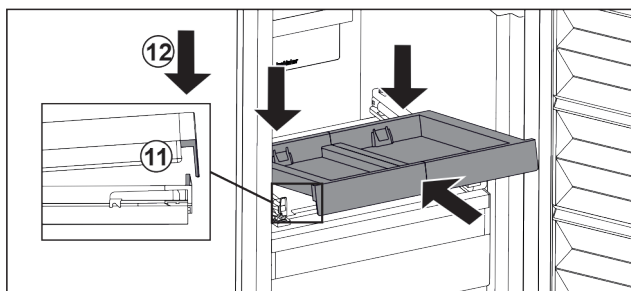

Fig. 93
- ▶ L'insérer en l'inclinant. Veiller à ce que, des deux côtés, la butée soit derrière la languette. Fig. 93 (11)
- ▶ Déposer le compartiment coulissant par l'avant. Fig. 93 (12)